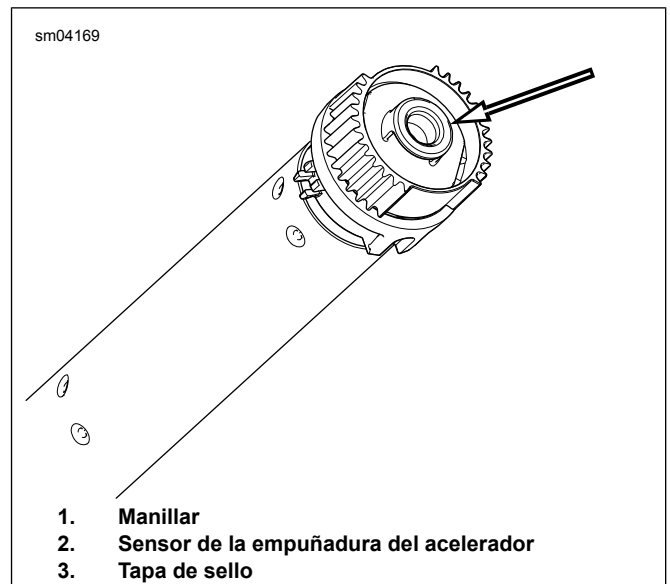

Figura 4. Quite la tapa de sello
- Vea Figura 4 . Inserte un destornillador u otra herramienta de punta plana en el área plana en uno de los lados de la tapa del sello.